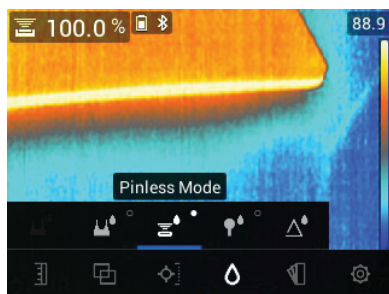

Figure 7.11 Sélection du mode Sans broche
- Sélectionnez le mode Sans broche dans le système de menus (*mode Humidité/Sans broche*) ; voir la **Figure 7-11** ci-dessus).